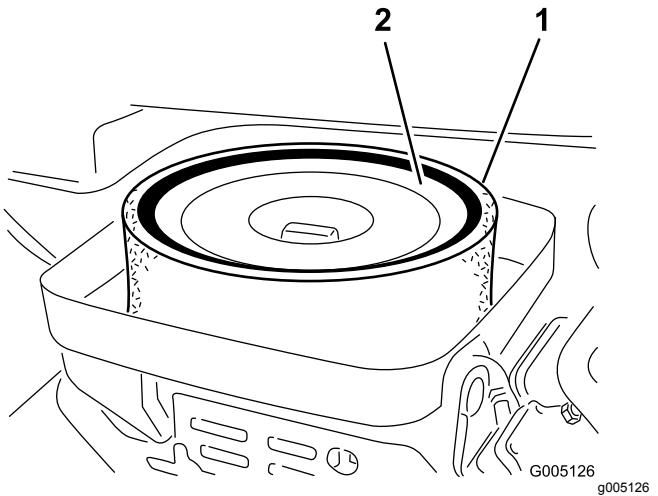

Figura 29
3. Togliete il dado ad alette che fissa gli elementi al corpo del filtro dell'aria (Figura 29).
4. Se l'elemento in schiuma sintetica è sporco, rimuovetelo dall'elemento di carta (Figura 29). Pulitelo accuratamente, come indicato di seguito: